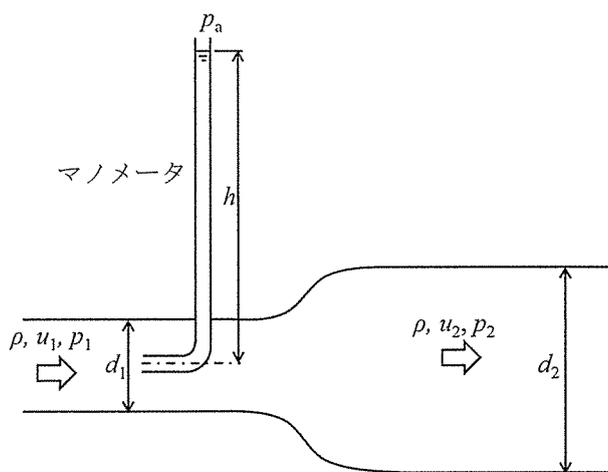

図 1.1
(1) 図1.1に示すように、直径 d_1 の円管（上流円管）の下流に、直径 $d_2 (>d_1)$ の円管（下流円管）が流れのはく離が生じないように滑らかに繋がっている。これらの円管は水平に設置されている。管路内には一定の密度 ρ の水が流れており、粘性の影響は無視できるものとする。速度と圧力は管断面内において一様とし、上流円管内部の速度と圧力を u_1, p_1 、下流円管内部の速度と圧力を u_2, p_2 とする。以下の設問に答えよ。
エ．図1.1に示すように、上流円管内に十分細いマンノメータを挿入し、全圧を測定する。マンノメータ入口部に対するマンノメータ内の水面高さを h とし、水面での圧力は大気圧 p_a とする。水面高さ h を u_1, p_1, p_a, ρ および重力加速度 g を用いて表せ。